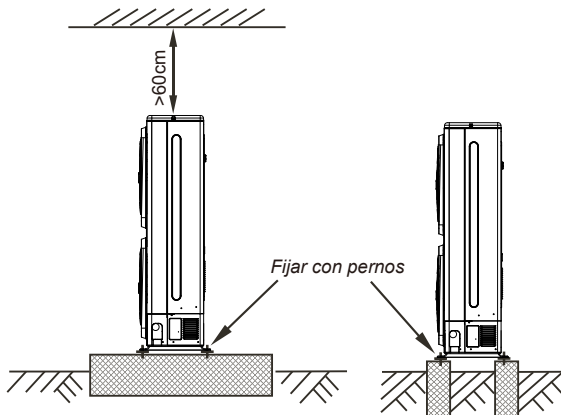

Fig.3-7
- Haga una base de hormigón de acuerdo con las especificaciones de la ODU (consulte la Fig. 3-7).
- Sujete firmemente las patas de la unidad con pernos para evitar que se derrumbe en caso de terremoto o viento fuerte (consulte la Fig. 3-7).